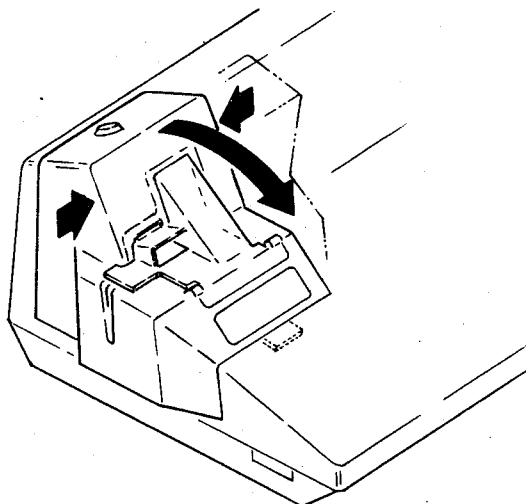

Fig. 12
- (1) Par mesure de sécurité, débrancher la ER-6750.
- (2) Retirer le capot de l'imprimante en le tenant des deux côtés, le soulever et le tourner vers soi. (Voir Fig. 12.)